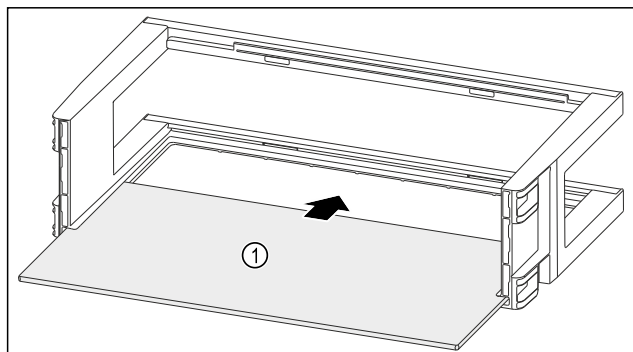

Fig. 134
- Insérer la tablette de rangement Fig. 134 (1) dans les évidements latéraux.